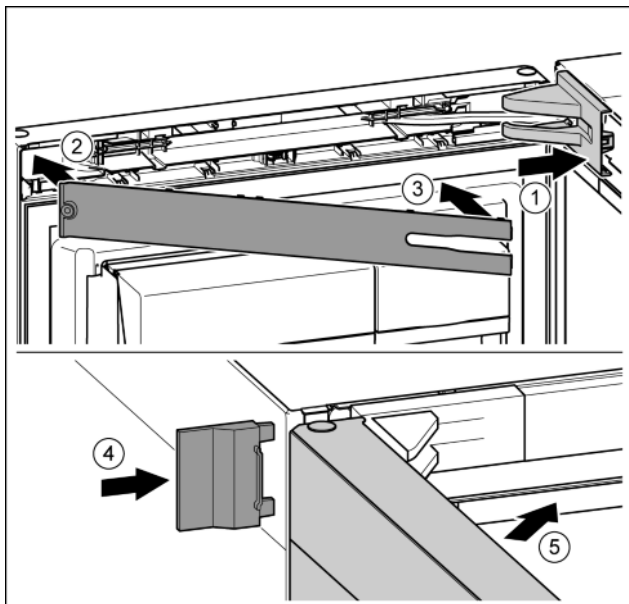

Fig. 46
- ▶ Założyć osłonę płytki zawiasu i zazębnić, ew. ostrożnie odsunąć. Fig. 46 (1)
- ▶ Założyć zaślepkę. Fig. 46 (2)
- ▶ Przechylić i zazębnić zaślepkę. Fig. 46 (3)
- ▶ Wsunąć zewnętrzną osłonę. Fig. 46 (4)
- ▶ Zamknąć górne drzwi. Fig. 46 (5)